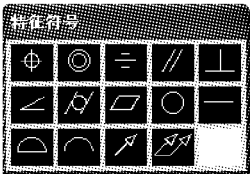
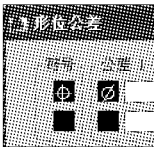

图 3.37 “特征符号”对话框
图 3.38 显示符号
(2) 在符号栏单击鼠标左键,弹出的“特征符号”对话框如图 3.37 所示。选择符号,在“公差1”区域的第一个空白栏单击鼠标左键,会显示直径符号,如图 3.38 所示。